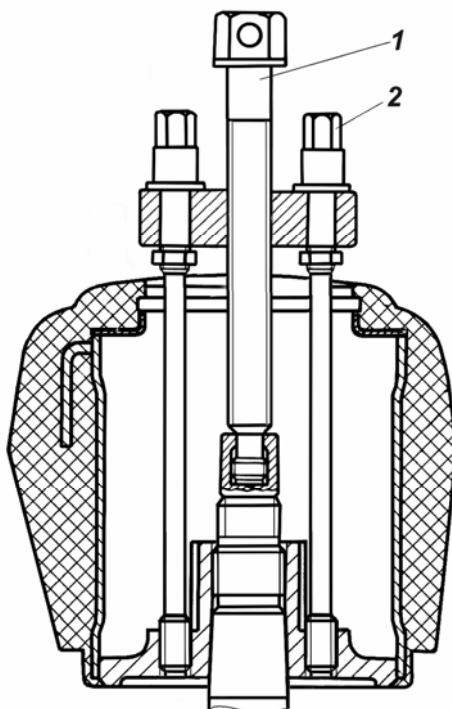

Рис. 6.10. Съемник для снятия рулевого колеса: 1 - винт; 2 - болт
- снять рулевое колесо съемником (рис. 6.10).